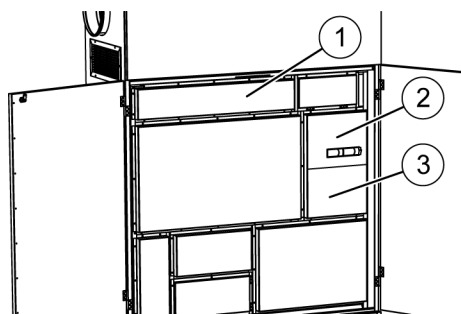

Abb. 116: Deckel abschrauben
3. ➔ Deckel (Abb. 116/1) abschrauben und Staubablagerungen z. B. mit einem Staubsauger entfernen.
4. ➔ Deckel (Abb. 116/1) wieder montieren.
5. ➔ Handlungsschritte 3 und 4 nacheinander mit den Deckeln (Abb. 116/2 und 3) wiederholen.